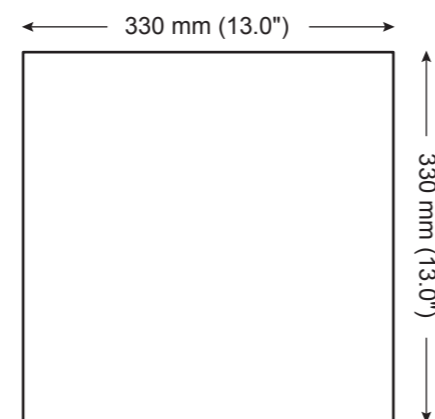

Fig. 12. PCI 45DC Cutout Dimensions
2. Marque cuidadosamente um quadrado no local desejado e recorte cuidadosamente um buraco na parede de gesso / gesso. Remova qualquer poeira e detritos do orifício (Fig. 12).